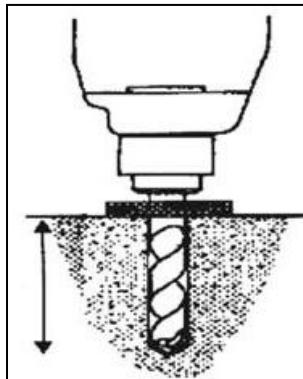

Figure 18
- Fixez les boulons d'ancrage avec une perceuse à percussion avec une mèche de 16, percez jusqu'à 120 mm de profondeur et nettoyez le trou (figure 18).